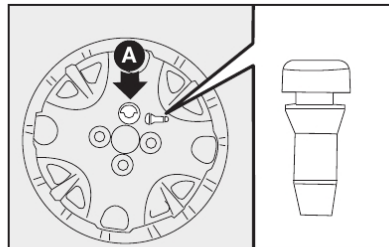

fig. 14
- Colocar a calota cuidando para que o símbolo , na parte interna, fique em correspondência com a válvula, e dessa maneira o furo maior da calota **A-fig. 14** passe pelo parafuso já fixado.